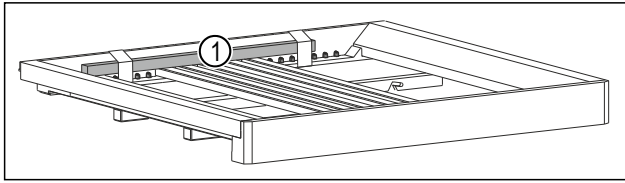

Fig. 7\*
- ▶ Holzstab Fig. 7 [1] entfernen.\*